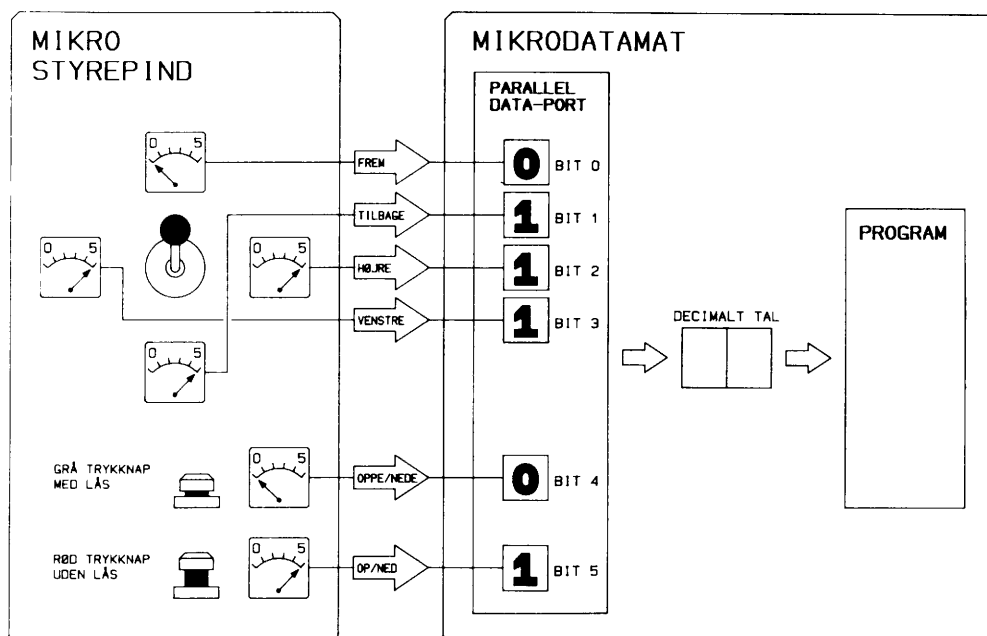

Fig. 7
Mikro Styrepind tilsluttet en dataport hvor høj=1 og lav=0. På fig. 7 er styrepinden i positionen "FREM", den grå trykknop er nede, altså aktiv, og den røde trykknop oppe, altså passiv. I ovenstående tilfælde vil følgende decimale tal kunne aflæses fra programmet:
Den følgende tabel er en oversigt over de decimale måletal, der kan aflæses fra et program, der benytter **MIKRO STYREPIND**'en tilsluttet en dataport som vist på fig.7.
- at dataporten registrerer et udefra kommende højt signal som 1, og et lavt signal som 0 (som vist på fig.7), og